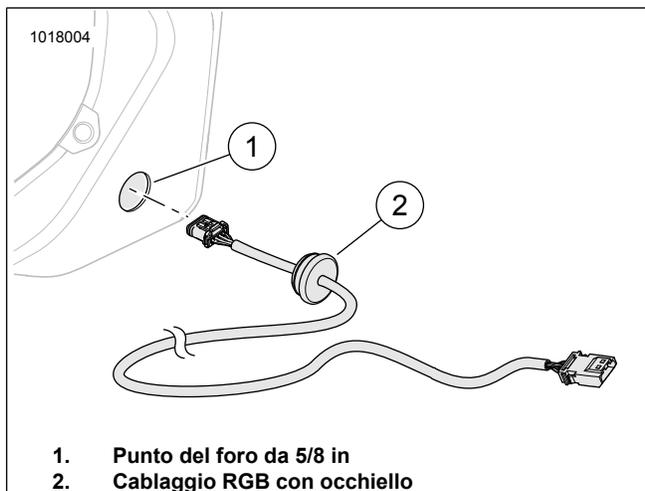

Figura 24. Installazione del cablaggio RGB
Vedere la figura 24. Dal lato interno del guscio dell'altoparlante, inserire l'estremità maschio del cablaggio con occhiello (2). Premere l'occhiello nel foro da 16 mm (5/8 in) (1) iniziando da un lato rastremato dell'occhiello. Se installato correttamente, la parte esterna dell'occhiello deve essere appoggiata alla parte esterna del guscio dell'altoparlante. Premere intorno al perimetro dell'occhiello per posizionarlo.